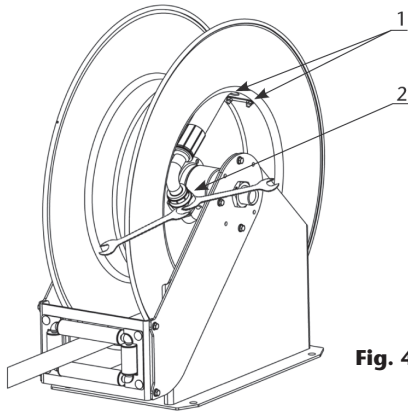
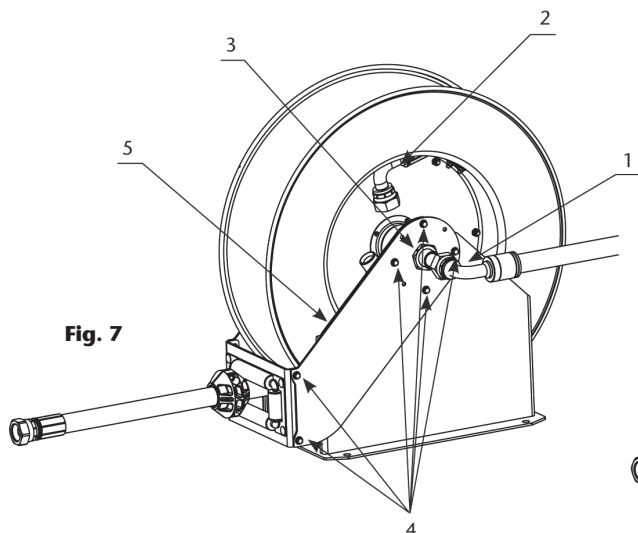

Fig. 4
Fig. 7
2. Retire el abarcón aflojando sus tuercas (1) y desconecte la manguera de la rótula (2) utilizando dos llaves (Fig. 4).
4. Conecte la nueva manguera a la rótula utilizando dos llaves, coloque el abarcón de modo que sujete la manguera contra el tambor firmemente, y tire de ella para soltar el trinquete (Fig. 4).
1. Desconecte las mangueras en la acometida (1) y en la rótula (2) (Fig. 7). En la rótula utilice dos llaves (Fig. 4) para evitar dañar el eje.
2. Afloje el prisionero de la tuerca (3) y desenrosque dicha tuerca.